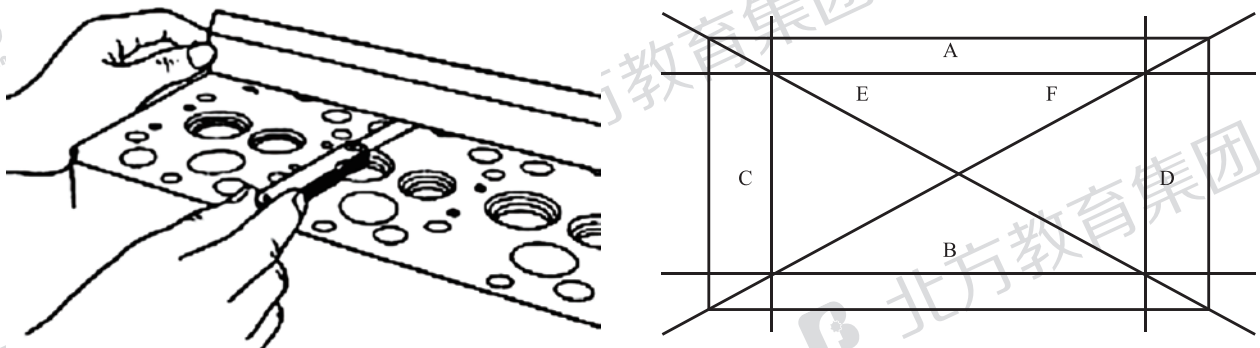

图 1 缸体平面度的检测
- 检查不平整度。将上平面清洗干净，去除油污、衬垫、密封胶、碳杂质等。用直尺和塞尺测量六个方向的扭曲程度。如图 1 所示。